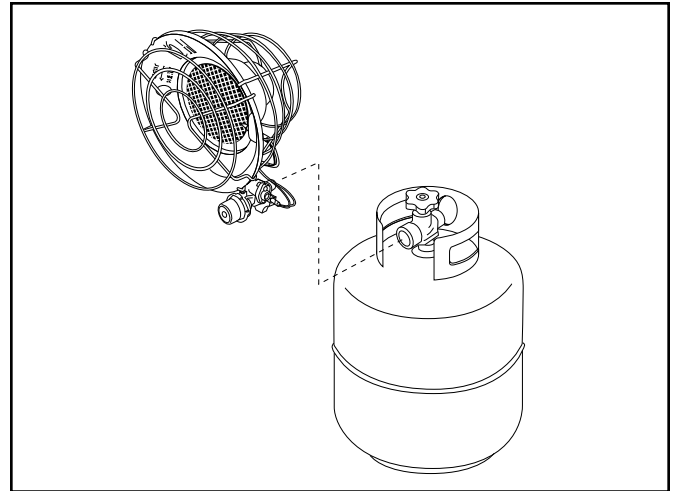

Figure 2a.
- loin que possible. Ne serrez pas trop fort. (Voir Figure 2a)